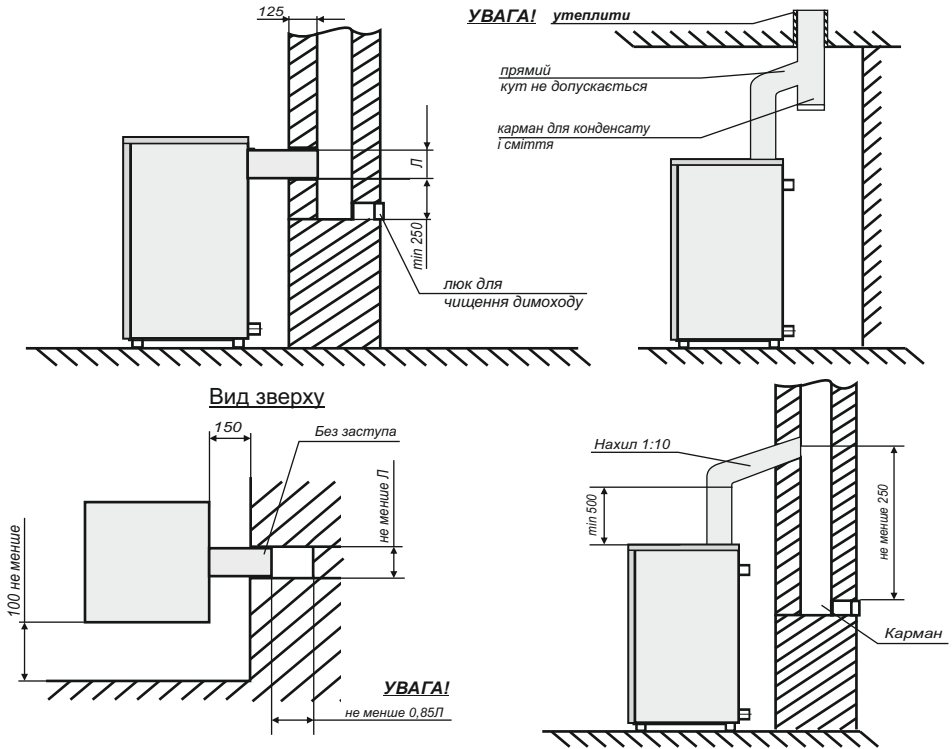

Рис. 5. Схема підключення котла до димового каналу і план установки котла.
6.11. Димохід (рис.5) повинен бути виведений вище зони вітрового підпору. Висота димоходу над дахом будинку встановлюється в залежності від відстані його до гребеня по горизонталі й повинна бути: